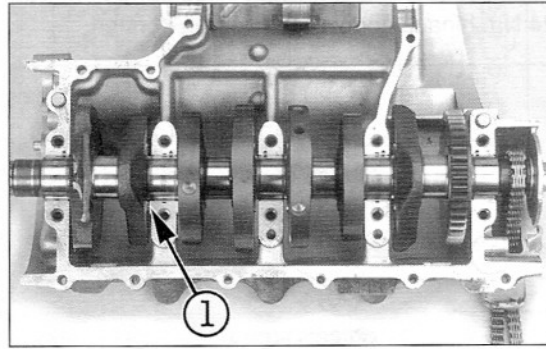

Bild 242
- 📏 Seitenspiel der Kurbelwelle im Motorgehäuse prüfen. Mit Fühlerlehre zwischen Pleuelwange und Hauptlager Spiel erfühlen (Bild 242). Sollwert: 0,05 mm – 0,20 mm; Verschleissgrenze: 0,40 mm. Falls Verschleissgrenze erreicht, muss Motorgehäuse gewechselt werden.